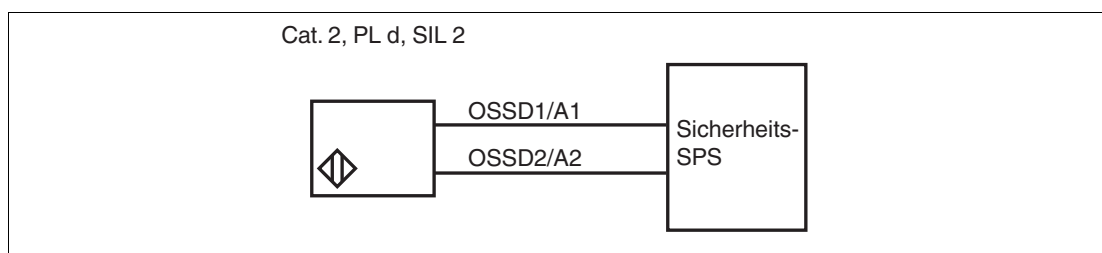

Abbildung 4.3 Beispiel für einen Sicherheitskreis über die Ausgänge OSSD1 und OSSD2
- Falls Sie den Sensor in einem Sicherheitskreis für Kategorie 2, PL d, SIL 2 verwenden, schließen Sie den Sensor über die Ausgänge OSSD1 und OSSD2 an, siehe Abbildung 4.3.